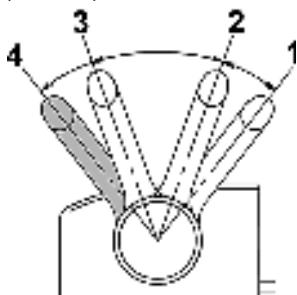

Рис. 13 Остановка двигателя
- Переведите рычаг газа в положение «4» (Рис. 13).